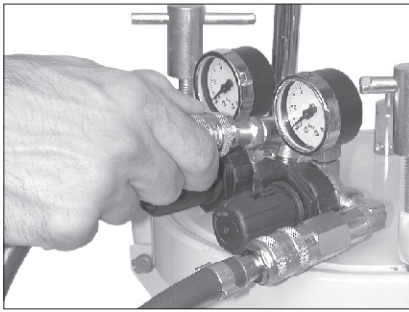

Fig. 22
- Débrancher l'entrée d'air d'air du pot, pour ramener le pot à la pression extérieur (Fig. 22 -23).